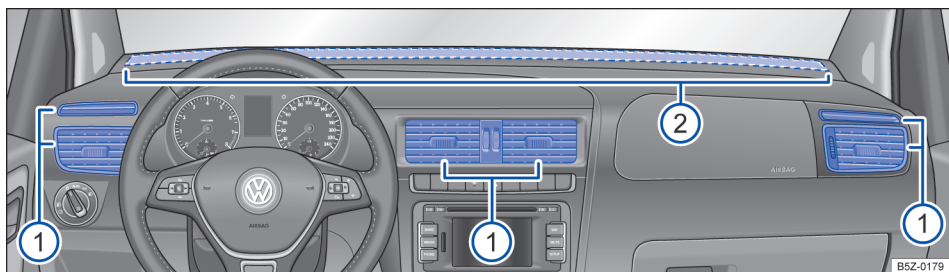

Fig. 76 No painel de instrumentos: difusores de ar.
Para que uma potência de aquecimento, uma refrigeração e uma entrada de ar suficientes sejam atingidas no interior do veículo, nunca fechar os difusores de ar completamente → Fig. 76 ①.
- Para abrir os difusores de ar ①, pressionar na parte superior do difusor de ar.
Há outros difusores de ar, não reguláveis encontrados no meio do painel de instrumentos → Fig. 76 ②, nas áreas para os pés e na parte traseira do interior do veículo.